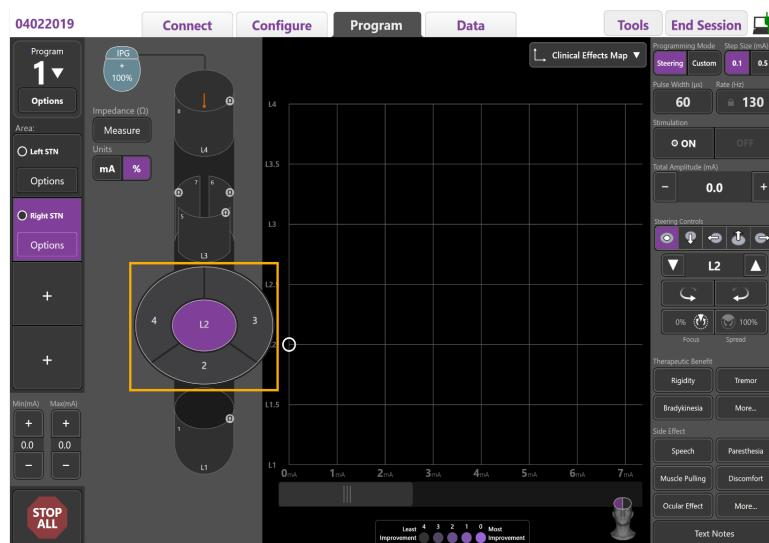

Figura 8. Selector de contacto direccional
2. Seleccione un contacto para asignarlo como un cátodo. Puede crear una extensión de corriente igual en un nivel de contactos ("modo anillo") seleccionando cualquier punto dentro de ese nivel y, a continuación seleccionando el botón central. Para asignar un solo segmento direccional como el cátodo, seleccione cualquier punto dentro de ese nivel y, a continuación, seleccione el botón correspondiente (Figura 8).